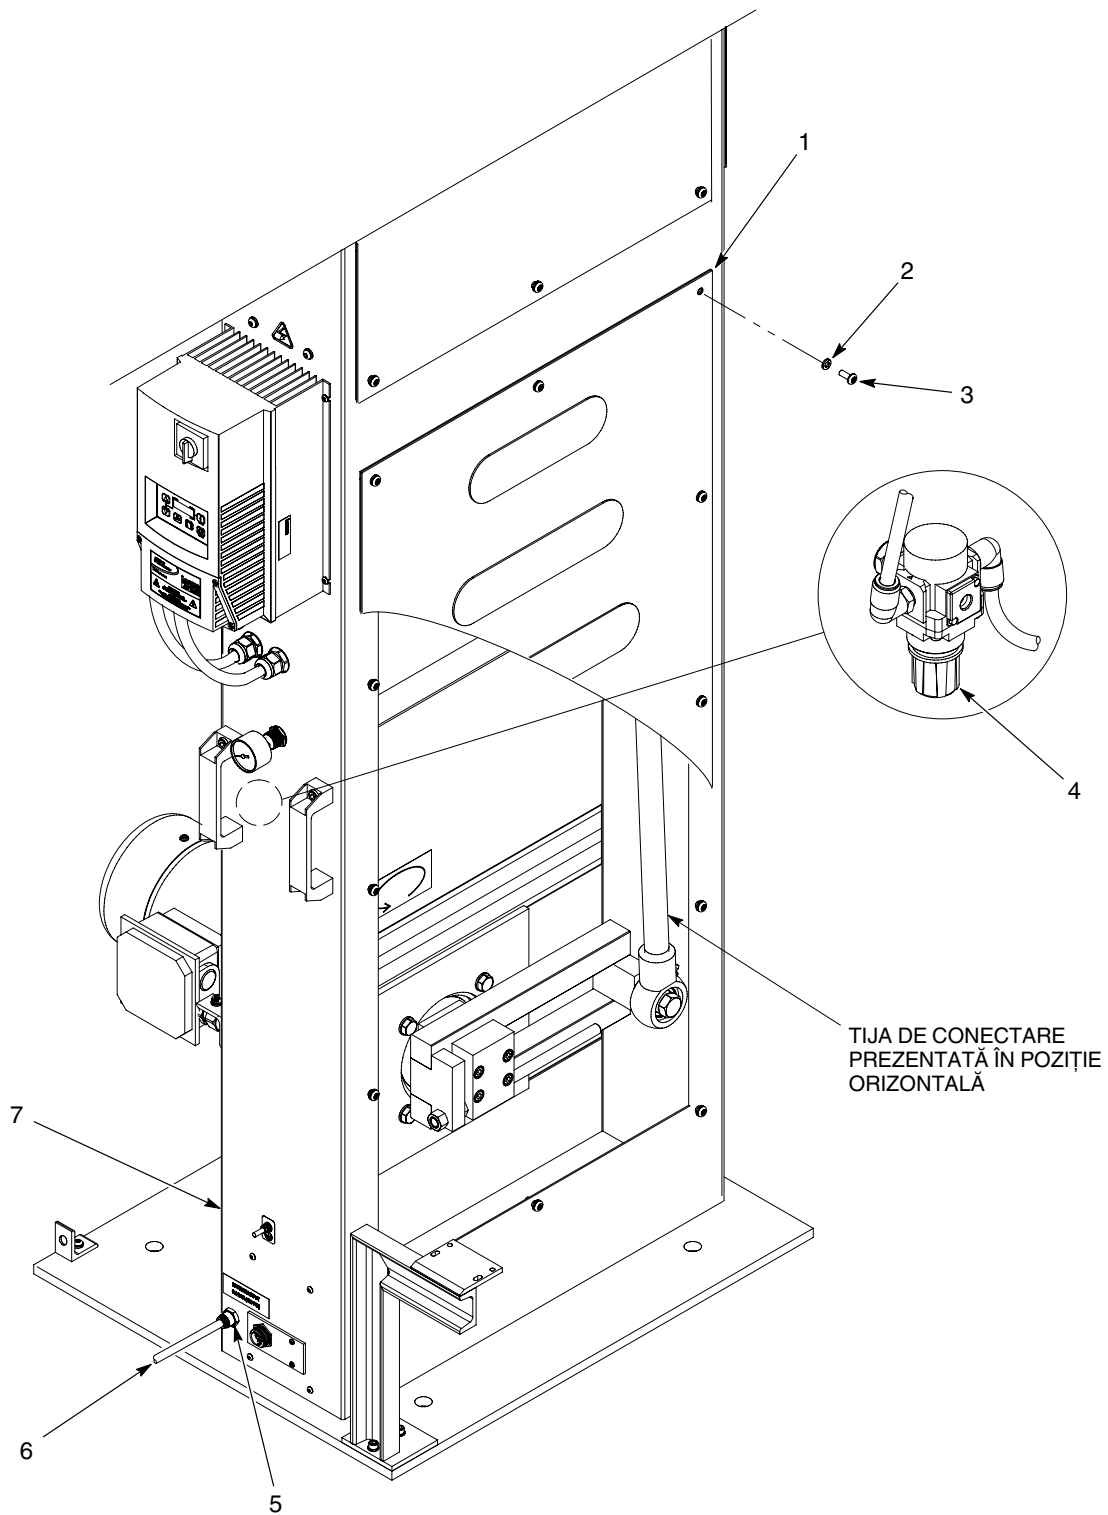

Figura 8 Conexiunea pentru aer de alimentare
1. A se vedea Figura 8. Conectați conducta de aer de alimentare de 8 mm (6) la racordul pneumatic (5) de pe oscilatorul (7).